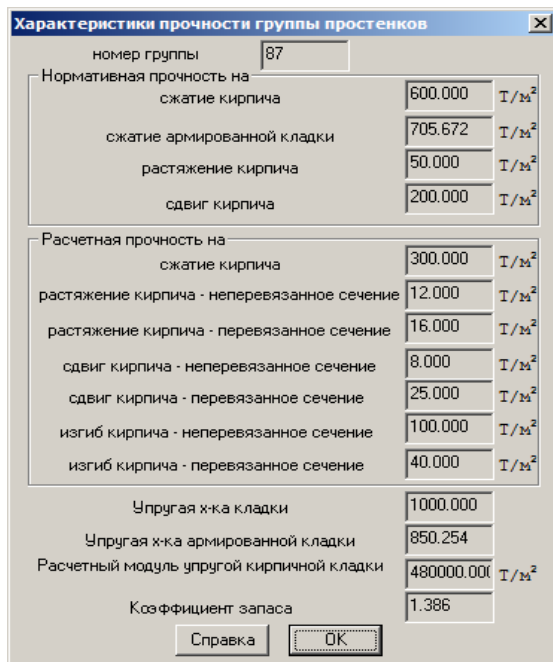

Рис.10.8.3. Окно диалога Характеристики прочности группы участков простенков
- В открывшемся окне диалога (рис. 10.8.3) просмотрите параметры.